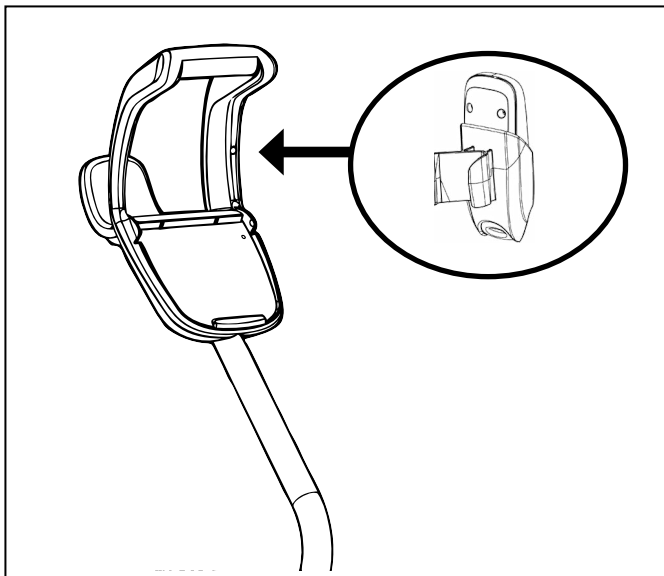

Figura 8. Coloque la base del control remoto en su lugar
- (9550 Sport/P955)** Ubique la clavija de la base del control remoto en la manija del carrito para luego colocar el control remoto en el carrito (Figura 8).